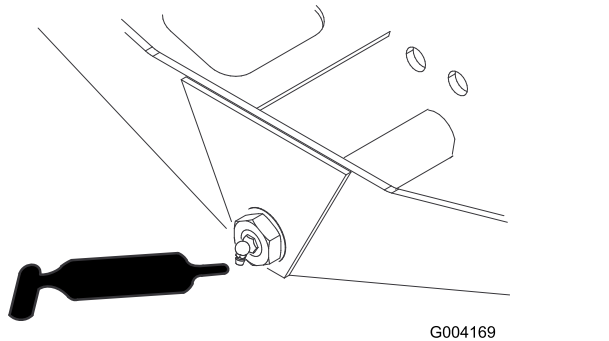

Figura 65
- Perno sterzante del ponte (1)—Figura 65